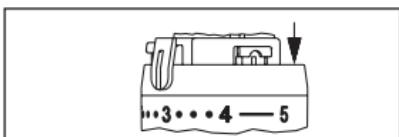

Fig. 8
3. Para limitar el valor máximo de control, el segundo clip limitador debe alojarse en el orificio inmediatamente posterior al valor "4" (fig. 8)